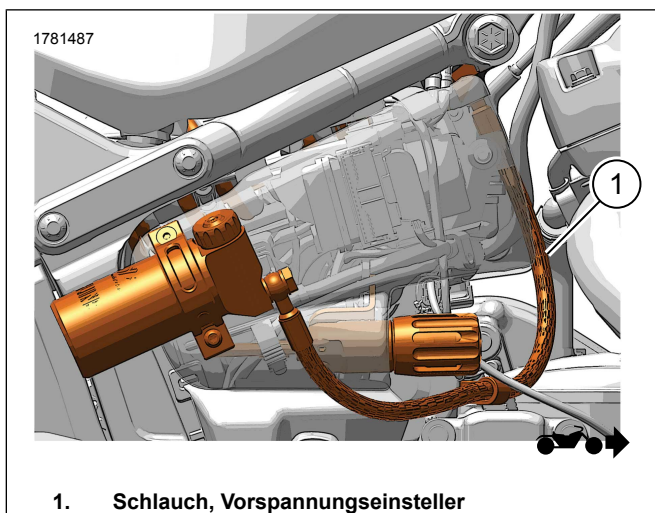

Abbildung 3. Verlegung des Schlauchs des Vorspannungseinstellers
2. Abbildung 3 Den Clip (1) auf die **neue** Halterung des Vorspannungseinstellers (4) schieben.
3. Die Schraube (2) und die Unterlegscheibe (3) der Halterung des Vorspannungseinstellers einbauen. Festziehen.
2. Abbildung 3 Den Vorspannungseinsteller (5) mit den Schrauben (6) an der Vorspannungseinsteller-Halterung (4) anbringen. Festziehen.